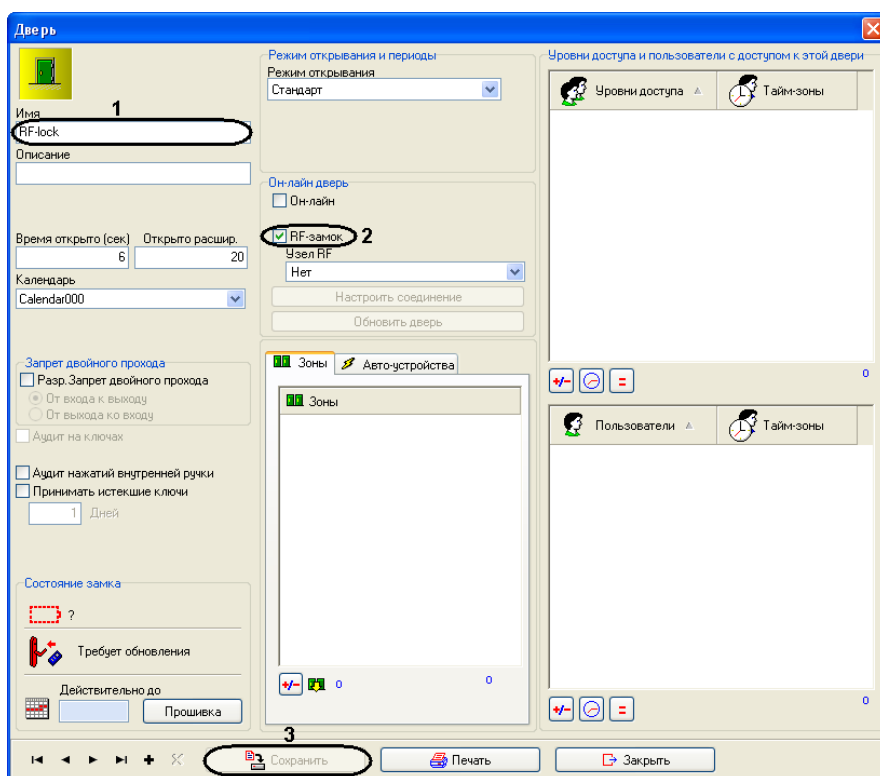

Рис. 3.2—14 Настройка беспроводного замка
4. Установить флажок **RF-замок** (см. Рис. 3.2—14, 2).